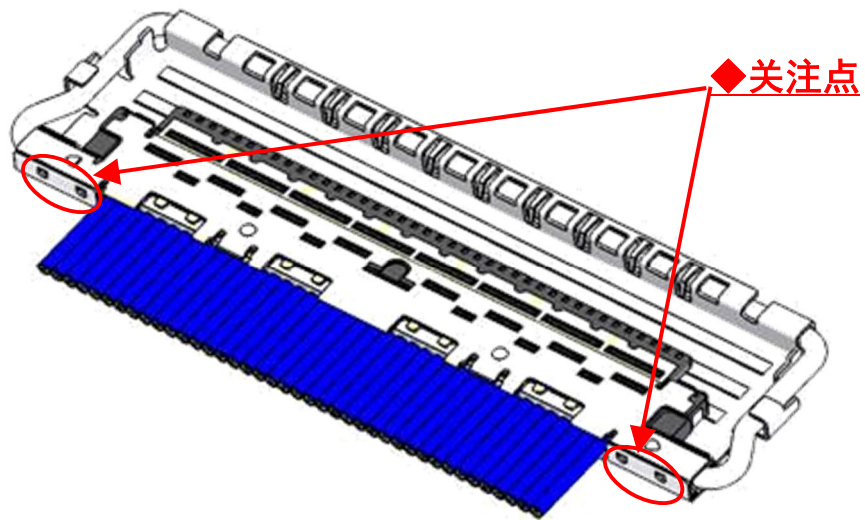

图 12 外壳 A 和外壳 B 焊接
- ⑤ 推荐将 Shell-A 和 Shell-B 用电烙铁全部焊接。 (图 12◆部)